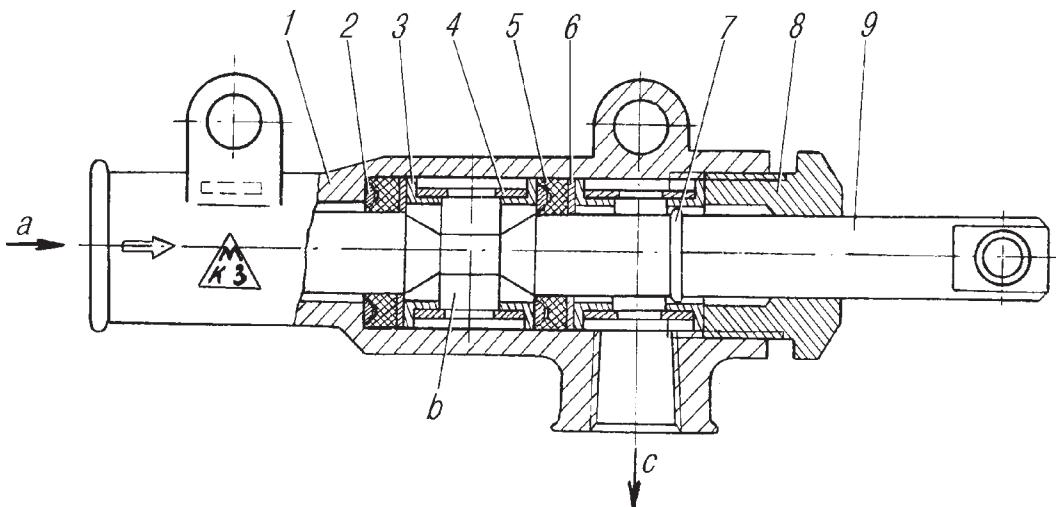
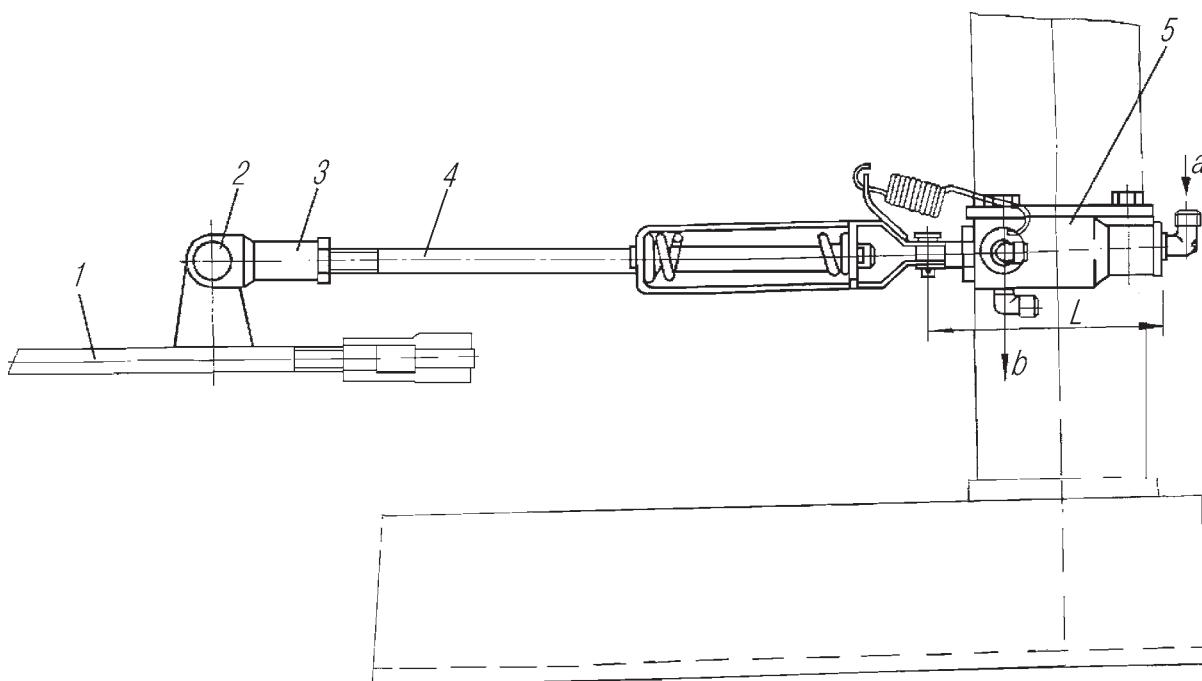

Рис. 80. Кран управления стояночным тормозом:
Рис. 81. Установка крана управления стояночным тормозом прицепа:
**Кран управления стояночным тормозом прицепа** (рис. 80) предназначен для управления тормозами прицепа при затормаживании автомобиля стояночным тормозом и установлен на поперечине № 3 рамы. С тягой привода стояночного тормоза он соединен тягой с пружинным компенсатором. При опущенном рычаге стояночного тормоза воздух из баллона через вывод «в» крана управления поступает к выводу II клапана управления тормозами прицепа с двухпроводным приводом. При включении стояночного тормоза золотник крана управления смещается, соединяя вывод II с атмосферой через вывод «с», далее привод тормоза прицепа работает, как указано выше. Для проверки установки крана управления установите рычаг стояночного тормоза в нижнее положение. Вращая вилку 3 (рис. 81), совместите отверстия вилки и ушка тяги 1, установите палец 2 и законтрите вилку 3, обеспечив размер  $L = 122-124$  мм.